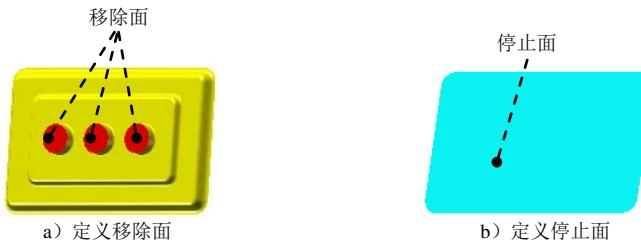

图 17.8.22 创建成形工具 3
Step13. 创建图 17.8.22 所示的零件特征——成形工具 3。
(1) 选择命令。选择下拉菜单 **插入(I)** → **钣金(B)** → **成形工具** 命令。
(2) 定义成形工具属性。